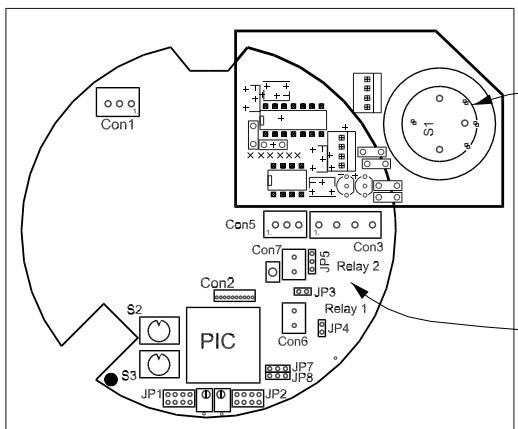

fig. 1
Løsn de tre skruer, som holder følerprintkortet på plads (fig.1, pos. 1). Fjern følerprintkortet ved forsigtigt at trække printkortet lodret op og ud af hovedprintkortet.
Unscrew the 3 screws that holds the sensor PCB (fig.1, pos 1).